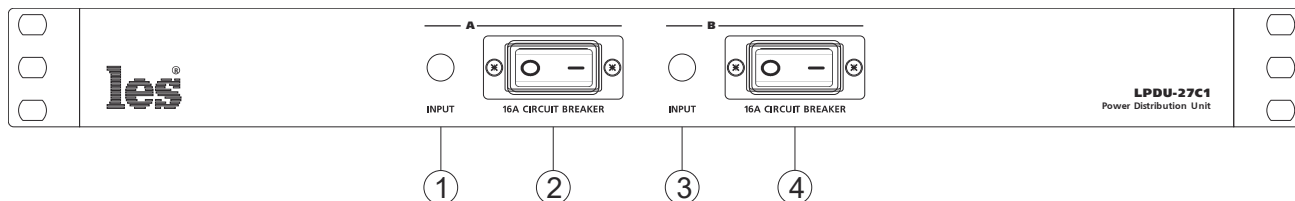

Рисунок 1
4. Подайте электропитание на вход LPDU, на передней панели устройства загорятся зелёным цветом светодиодные индикаторы (рис. 1). Индикаторы информируют о наличии напряжения на входе прибора, при этом на выходы LPDU напряжение не поступает.
5. Включите прибор выключателями на передней панели (рис. 1). На выходах прибора электропитание появится сразу. Выключатели загорятся красным цветом.
Каждый канал LPDU-27C защищён термо-предохранителем по входу. Предохранители встроены в выключатели прибора (рис. 1).